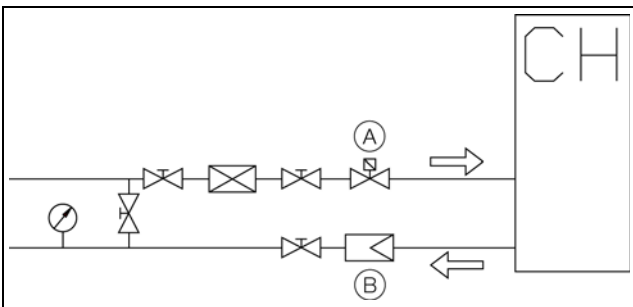

Рис. 26: Пример установки обратного и магнитного клапана
- В чиллерах установлен водяной бак без избыточного давления. Его можно устанавливать выше потребителя. При установке ниже потребителя мы рекомендуем устанавливать обратный клапан в трубопроводе подаваемой воды, а также магнитный клапан в трубопроводе отводимой воды (клапаны доступны опционально), для предупреждения переполнения бака (рис. 26).